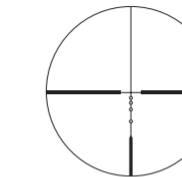
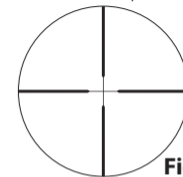
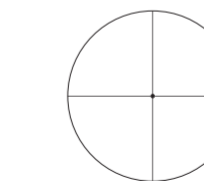
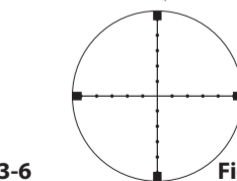

Fig. 3-4
Fig. 3-5
Fig. 3-6
Fig. 3-7
(2) Messa a fuoco
- 1 Guardare attraverso l'oculare tenendo l'occhio a circa 10 cm (4 pollici) di distanza; si vedranno il reticolo BDC (Fig. 3-4), il reticolo Duplex (Fig. 3-5), il reticolo Fine Crosshair w/Dot (Fig. 3-6) o il reticolo Mildot (standard MIL) (Fig. 3-7). Assicurarsi che l'occhio sia ben allineato e alla giusta distanza (eye relief); in caso contrario si vedrà "tutto nero".
(3) Ingrandimento
Tenendo la torretta con le dita per evitare lo spostamento dell'anello graduato allineato, ruotare in senso antiorario la vite nella parte superiore della torretta con la chiave esagonale ① fornita finché la vite non fuoriesce. Rimuovere quindi la torretta (Fig. 3-5).